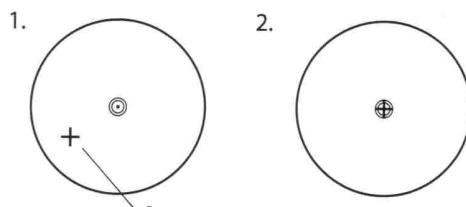

Рис. 5-4
(2) Осуществите точную горизонтировку прибора, как описано в п. 5.3 и повторяйте операцию (1) п. 5.4.2 до тех пор, пока прибор не окажется точно горизонтированным, а центр визирных нитей оптического центрира не совпадёт в точности с опорной точкой (как показано на Рис. 5-4).